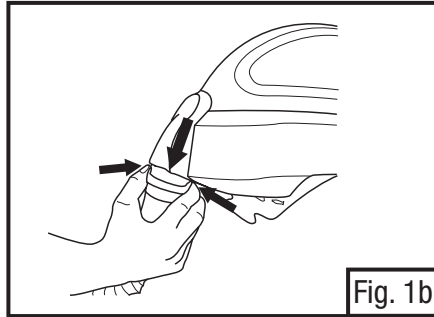

Fig. 1b
- Para desconectar el tubo de respiración oprima las lengüetas en los extremos del QRS para liberar y jalar (Fig. 1b).